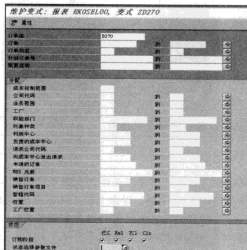

图 5-148 维护变式界面
STEP ② 输入某变式名称, 然后单击“修改”按钮, 进入维护变式界面, 如图 5-148 所示。